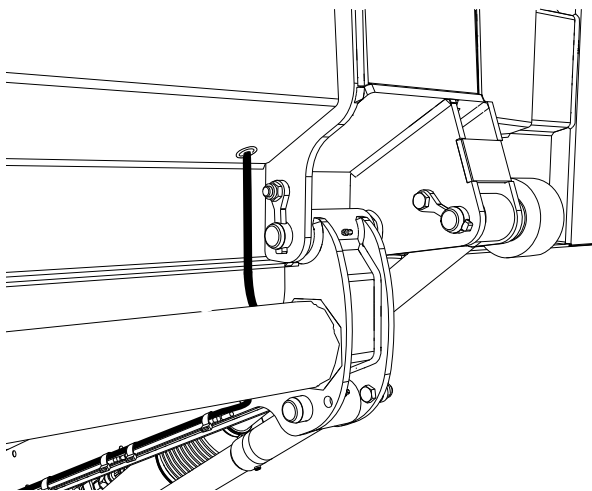
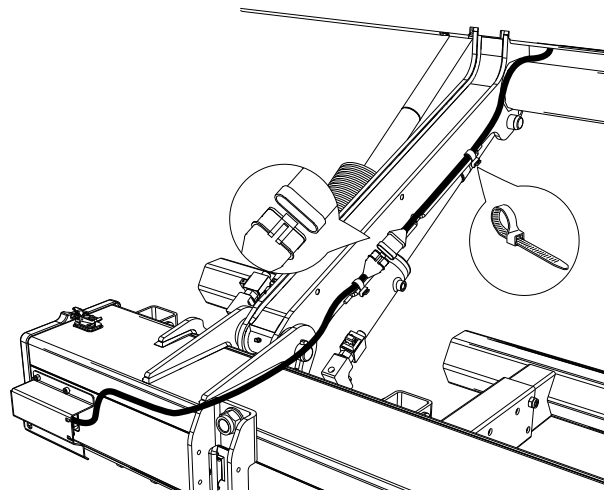
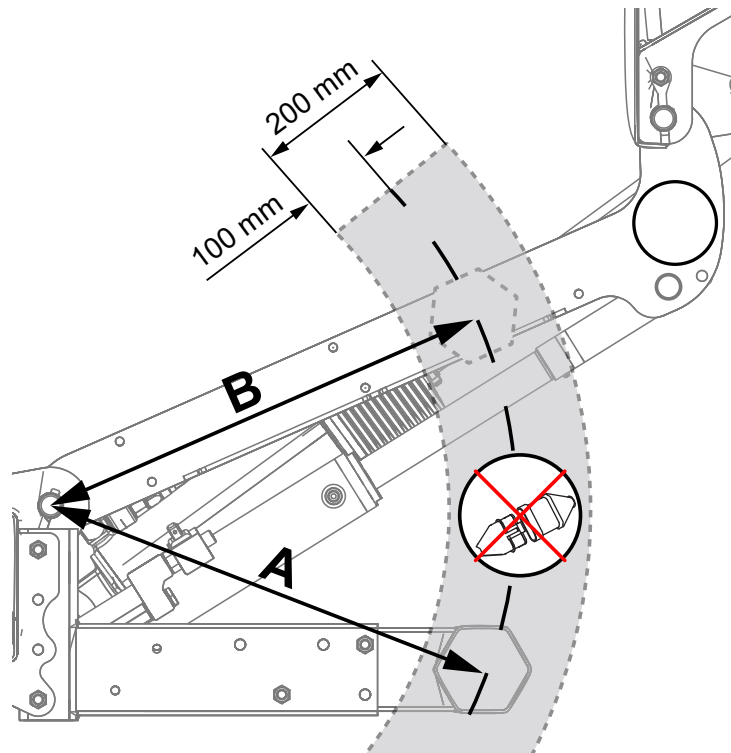

Abbildung 26. Montage der Verkabelung
Abbildung 27. Montage der Verkabelung
Abbildung 28. Positionierung des Schnellsteckverbinders
2. Verlegen Sie dann das Kabel und befestigen Sie es mit Kabelbindern gemäß Abbildung 26 und Abbildung 27. Der Schnellsteckverbinder muss so positioniert sein, dass er während der Hubarmbewegung nicht mit dem Unterfahrerschutz kollidiert. Messen Sie den Abstand (A) von der Mitte der Hubarmachse zur Mitte des Unterfahrsschutzes, siehe Abbildung 28.
3. Messen Sie den entsprechenden Abstand (B) am Hubarm, siehe Abbildung 28.
4. Positionieren Sie den Schnellsteckverbinder dann mindestens 100 mm inner- oder außerhalb des resultierenden Maßes (B), siehe Abbildung 28.